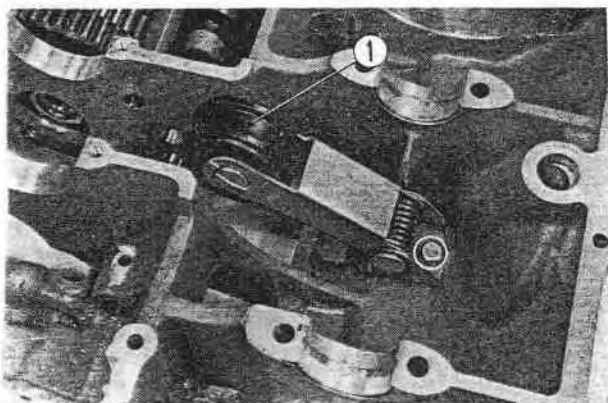

Fig. 3-89 ① Tendeur de chaîne primaire
6. Enlever le tendeur de chaîne primaire du carter inférieur. (Fig. 3-89)